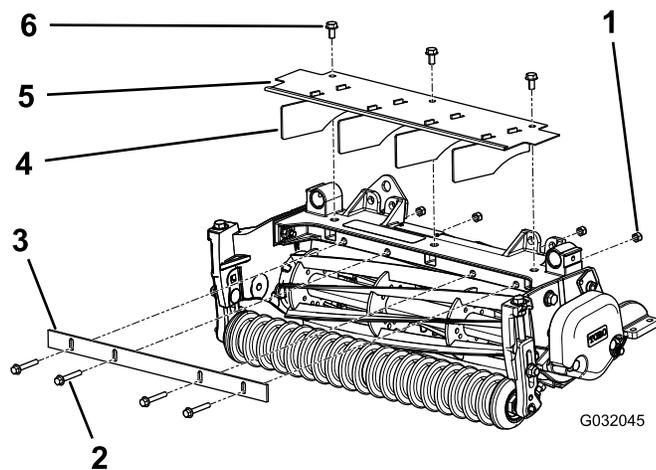

Рисунок 6
- Свободно прикрепите отсекающую планку к раме режущего блока при помощи 4 болтов (1/4 x 1-3/4 дюйма) и 4 контргаек (1/4 дюйма); см. Рисунок 6.
- Затяните болты и контргайки (Рисунок 6).
1. Выверните 3 болта с фланцевыми головками, которые крепят щиток к раме режущего блока (Рисунок 6).